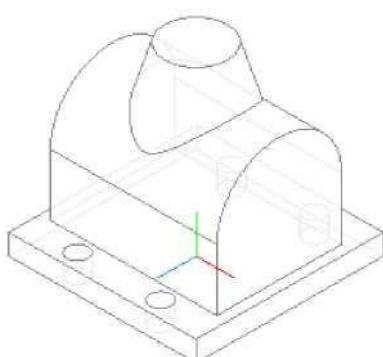

Рис. 7.28
6. Применяем к эскизу команду **Приклейте вращением**. Способом построения должен быть **Сфераид**, а на вкладке **Тонкая стенка** установлен вариант **Нет**. Результат показан на рис. 7.28.